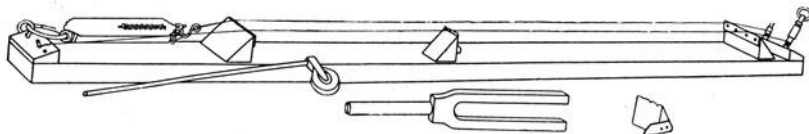

Fig. 102.
**b)** Prüfe, ob der Ton der Saite, die zwischen den beiden Wirbeln ausgespannt ist, tiefer als  $c_1$  ist; wenn nicht, entspanne die Saite so weit, daß dies der Fall wird (Fig. 102).